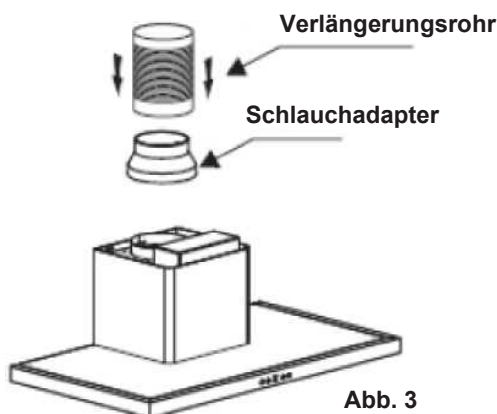
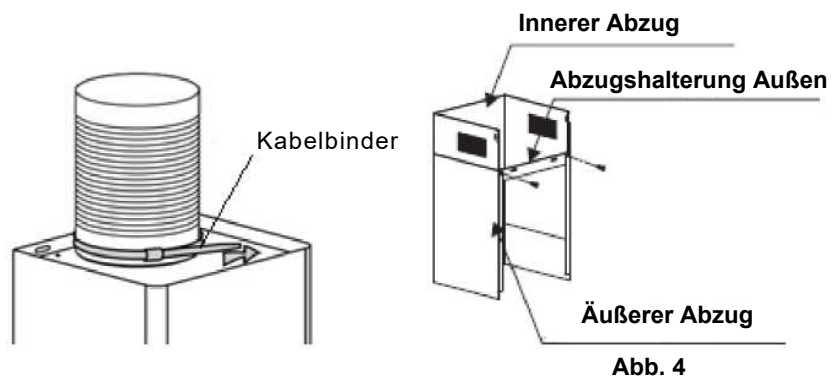

Abb. 3
Abb. 4
- Bringen Sie den Schlauchadapter und das Verlängerungsrohr (nicht im Lieferumfang enthalten) an, und befestigen Sie das Rohr mit einem Kabelbinder am Adapter, siehe Bild 3. Befestigen Sie die äußere Abzugshalterung am Außenabzug und achten Sie darauf, dass der Innenabzug darin frei höhenverstellbar ist. Danach montieren Sie das Verlängerungsrohr und den Abzug an der Abzugshaube, siehe Abbildung 4. Hinweis: Das Verlängerungsrohr ist nicht im Lieferumfang enthalten.